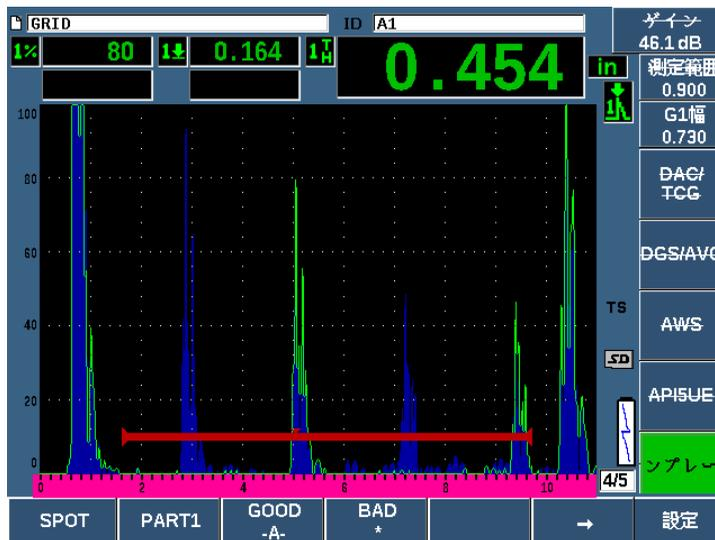

図 11-50 ライブスクリーンの保存済みテンプレート表示
- ◆ テンプレート名の下に * 記号とともに表示されたパラメータキー（P1-P5）のうちのいずれか1つを押します（299ページの図 11-50 参照）。